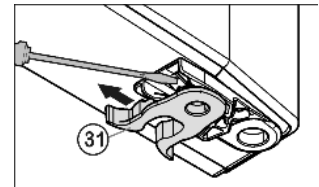

Fig. 8
- ▶ Helyezze át az Fig. 8 (31) rugós szorítóját: Nyomja lefelé a reteszt, felette húzza el a rugós szorítót.